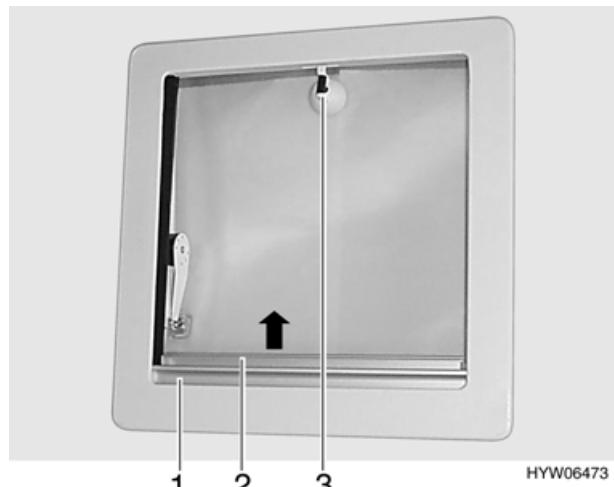

Bild 34 Kipp-Dachlüfter
- Zum Ausstellen den Hebel (Bild 34,3) eine viertel Umdrehung entgegen dem Uhrzeigersinn drehen und Kipp-Dachlüfter am Hebel nach oben drücken.
- Hebel (Bild 34,3) eine viertel Umdrehung im Uhrzeigersinn drehen.
- Faltverdunklung (Bild 34,1) in Pfeilrichtung ziehen und an gewünschter Position loslassen. Die Faltverdunklung bleibt in dieser Position stehen.
- Insektschutzrollo (Bild 34,2) in Pfeilrichtung ziehen, bis es an der Verriegelung an der gegenüberliegenden Seite einrastet.